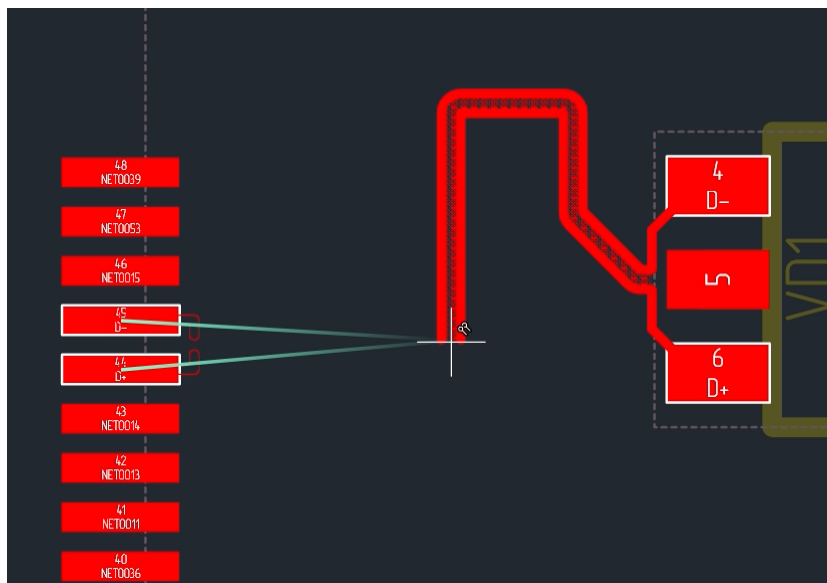

Рис. 336 Продолжение трассировки диффпары
4. Зафиксируйте нажатием левой кнопки мыши демонстрируемый участок, см. Рис. 336. При этом сразу начинает трассироваться новый участок;